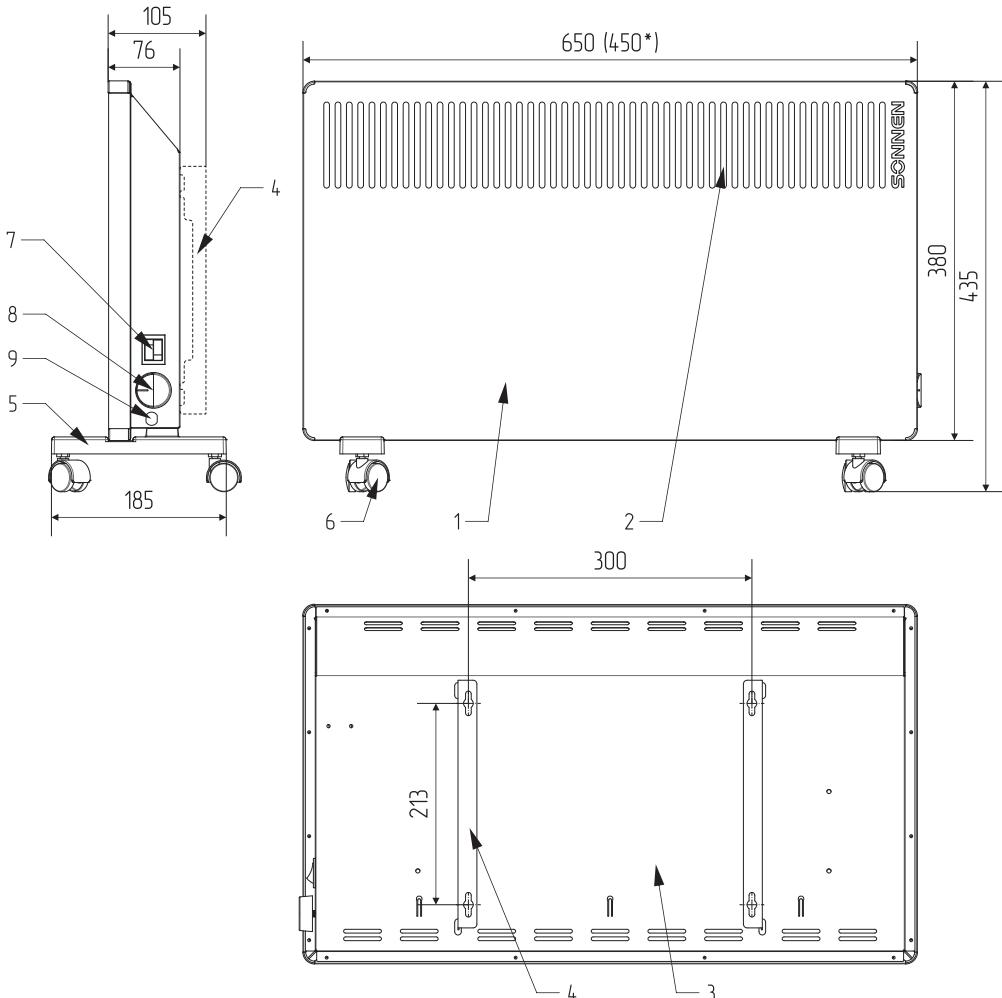

Рисунок 1.
5.1. Конвектор (см. рис. 1) представляет собой металлический корпус, состоящий из передней панели (1) и задней панели (3), внутри которого на шасси расположен электронагревательный элемент (на чертеже не показан). На корпус могут быть установлены настенные кронштейны (4) или колёсные опоры (5), имеющие по 2 поворотных колеса (6). На боковой поверхности корпуса расположены рокерные переключатели с подсветкой (7) и ручка терmostата (8).
6.3. Для настенного монтажа конвектора следует помочь уровнем и рулетки (линейки) разметить на стене отверстия. Межцентровое расстояние посадочных отверстий указано на чертеже (см. рис.1).